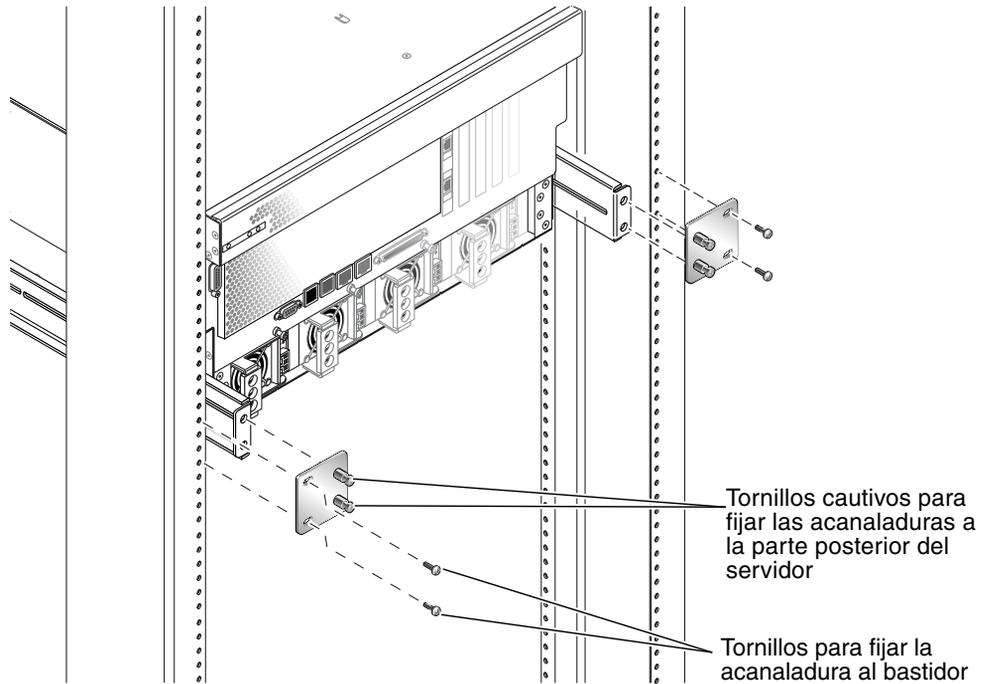

FIGURA 3-22 Fijación de la acanaladura de montaje posterior
11. En la parte posterior del bastidor, con los tornillos cautivos, fije las dos acanaladuras de montaje posterior a los soportes de apoyo acoplados al servidor (FIGURA 3-22).
12. Con dos tornillos para cada soporte de apoyo de montaje posterior, fije los soportes de apoyo a la parte posterior del bastidor (FIGURA 3-22).